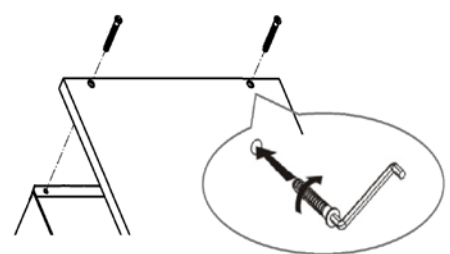

Рис.2
5. Собрать каркас тумбы. Для этого соединить детали поз. № 6, 6', 7, 8 и детали поз. № 9, 10, 11, 12 и 13, стянув панели винтами-стяжками «Conformat», добиваясь плотного соединения деталей (Рис.2).